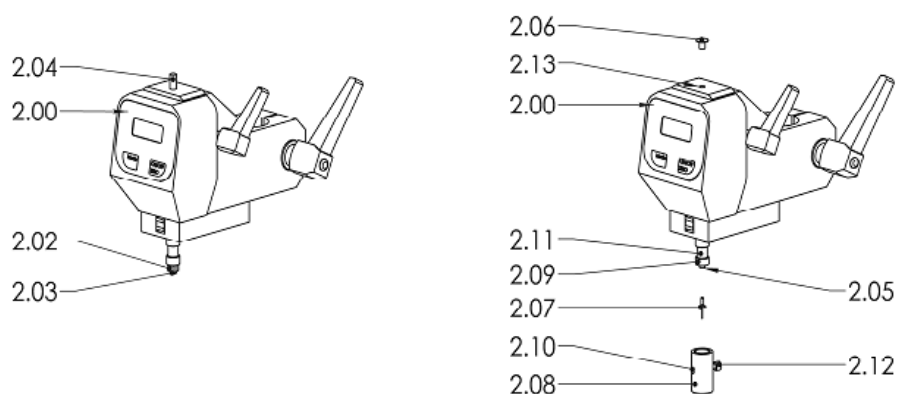

РИС. 2 ПОДГОТОВКА ИЗМЕРИТЕЛЬНОГО УСТРОЙСТВА
- Открутите транспортировочный винт (2.04,Рис.2).
- Вставьте колпачок (2.06,Рис.2) в отверстие (2.13,Рис.2) Измерительного устройства (2.00,Рис.2).
- Открутите транспортировочный винт (2.03,Рис.2).
- Снимите транспортировочный замок (2.02,Рис.2).
- Вкрутите индентер (2.07,Рис.2) в отверстие измерительного стержня (2.05,Рис.2).
- Ослабьте винт (2.10,Рис.2) и гайку с накаткой (2.12,Рис.2)так, чтобы прижимной цилиндр (2.08,Рис.2) можно было надеть на направляющую втулку (2.09,Рис.2).
- Насадите прижимной цилиндр (2.08,Рис.2) на направляющую втулку (2.09,Рис.2) затяните винт (2.10,Рис.2) отверткой так, чтобы винт (2.10,Рис.2) выступал в ограничитель (2.11,Рис.2).
- ⚠ Гайка с накаткой (2.12,Рис.2) должна быть ослаблена (2.08,Рис.2) и двигаться свободно.